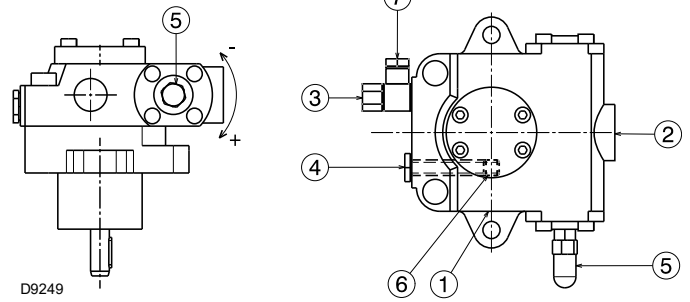

Abb. 22
Sie sind am Brenner installiert und der Bypass wird mit der Schraube 6)(Abb. 22 auf S. 22) geschlossen.
- Damit sich die Pumpe (Abb. 22) selbst einschalten kann, muss die Schraube 4) der Pumpe gelockert werden, damit die Saugleitung entlüftet wird.
Zeichenerklärung (Abb. 22)
Dieser Vorgang ist möglich, weil die Pumpe werkseitig mit Brennstoff gefüllt wird. Falls die Pumpe geleert wurde, muss sie vor dem Anfahren über den Stopfen des Vakuummeters 4)(Abb. 22 auf S. 22) mit Brennstoff gefüllt werden, andernfalls kommt es zum Festfressen.